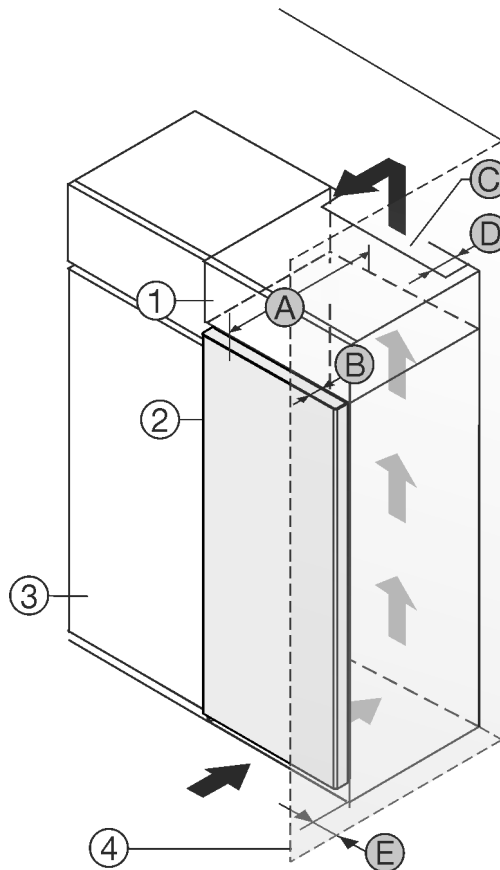

Fig. 1
- (1) Pealiskapp *
- (2) Seade *
- (3) Köögikapp *
- (4) Sein *
- (A) Seadme sügavus *
- (B) Ukse sügavus *
- (C) Ventilatsiooniristlõige *
- (D) Seadme tagakülje kaugus *
- (E) Kaugus seadme küljest *
Te saate seadme vahetult köögikapi Fig. 1 (3) kõrval üles panna.*
Pealiskapi tagaküljel peab olema vähemalt sügavusega Fig. 1 (D) kogu pealiskapi laiune heitõhušaht.*
Ruumi lae all tuleb ventilatsiooniristlõikest Fig. 1 (C) kinni pidada.*
Kui panete seadme šarniiridega seina Fig. 1 (4) kõrvale üles, siis peab olema seadme ja seina vahekaugus vähemalt 13 mm.*
Kui panete seadme šarniiridega seina Fig. 1 (4) kõrvale üles, siis peab olema seadme ja seina vahekaugus vähemalt 20 mm.*
Võimaldamaks ust täielikult avada, peab seade vähemalt ukse sügavuse Fig. 1 (B) võrra köögikapi esiseinast ettepoole ulatuma. Köögikappide Fig. 1 (3) sügavusest ja seinavahehoidikute kasutamisest sõltuvalt võib seade rohkem välja ulatuda.*